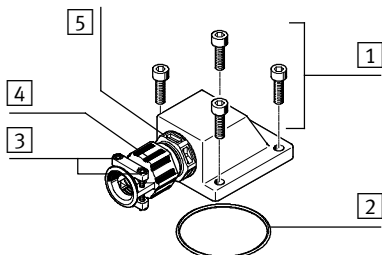
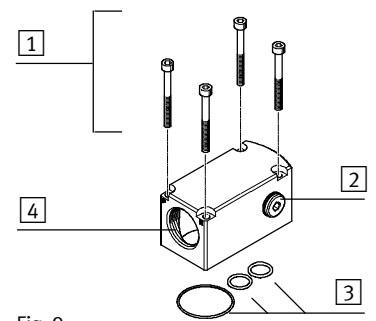

Fig. 8
Fig. 9
1. Ослабьте крепежные винты фланцевой розетки (→ Fig. 9 [1] или Fig. 8 [1]) и осторожно снимите фланцевую розетку.
2. Для DFPI-C1V-A: при необходимости выкрутите кабельный штуцер (→ Fig. 8 [3]). Для DFPI-C1V-P-A: → инструкция по монтажу для соединительного кабеля (принадлежности).
8. Установите фланцевую розетку. При этом следите за правильностью установки уплотнений – момент затяжки → Fig. 8 или Fig. 9.
9. Для DFPI...-ND2P-C1V-A: снова затяните кабельный штуцер – момент затяжки см. на Fig. 8.